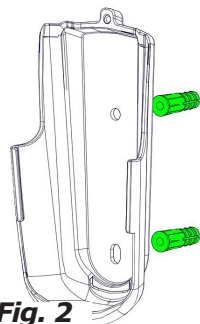

Fig. 2
- Mettre le support en position sur le mur de manière à ce que les trous supérieur et inférieur s'alignent avec les chevilles (Fig. 2).